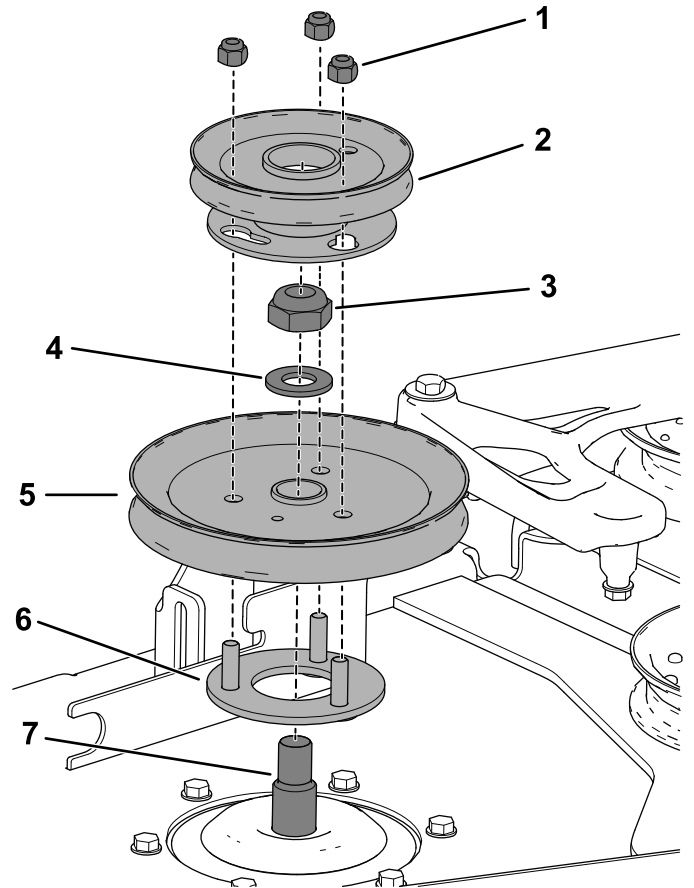

Bild 12
- Setzen Sie die Gewindestifte der Riemenscheibenbefestigung durch die Bohrungen der Riemenscheibe des Mähwerks (Bild 12).
- Befestigen Sie die Riemenscheibe des Mähwerks mit den vorher entfernten Sicherungsmutter ($\frac{3}{4}$ ") und Scheibe an der Spindelwelle (Bild 12).
- Setzen Sie die Gebläseriemenscheibe auf die Gewindestifte auf und schrauben Sie die Sicherungsmutter handfest an (Bild 12).